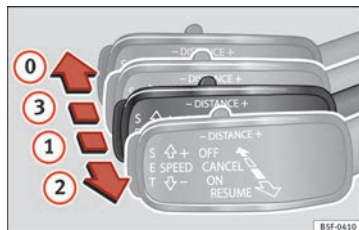

Fig. 152 A la izquierda de la columna de la dirección: tercera palanca para manejar el control adaptativo de velocidad.
- Tire de la palanca hasta la posición **1** » **fig. 152.** En la pantalla del cuadro de instrumentos se visualizará **ACC standby.**